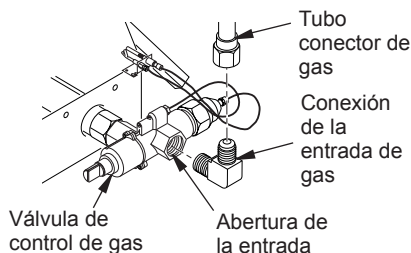

Figura 9 - Instalación de la conexión de entrada y del tubo conector de gas
3. Instale la conexión de entrada en la abertura de entrada de la válvula de control de gas (consulte la figura 9 en la página 14). Aplique sellador en la rosca macho del tubo.
6. Instale el tubo conector de gas al adaptador de suministro de gas. Con cuidado, déle forma al tubo y fíjelo al conector de entrada de gas (consulte la figura 9). Tenga cuidado de no retorcer el tubo.